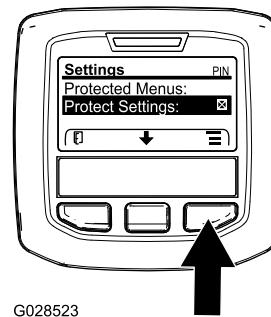

Figura 27
1. En el MENÚ PRINCIPAL, utilice el botón central para desplazarse hacia abajo al menú CONFIGURACIÓN y pulse el botón derecho (Figura 27).